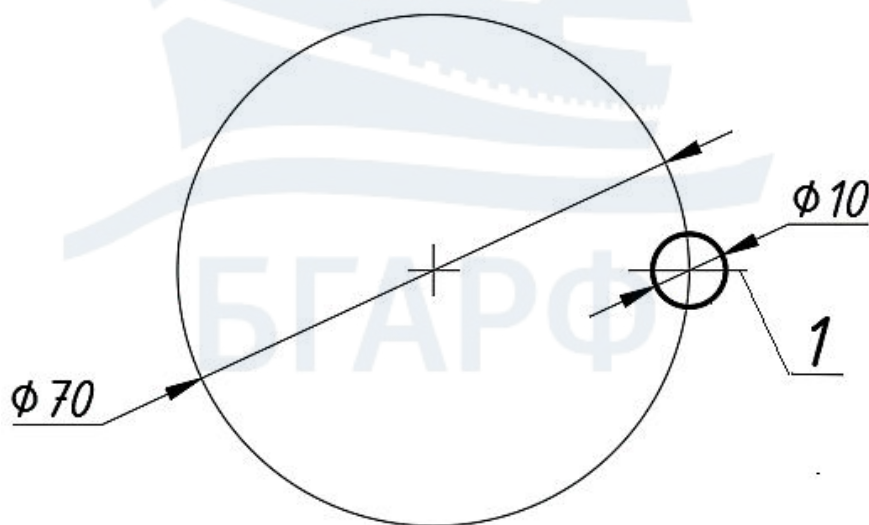
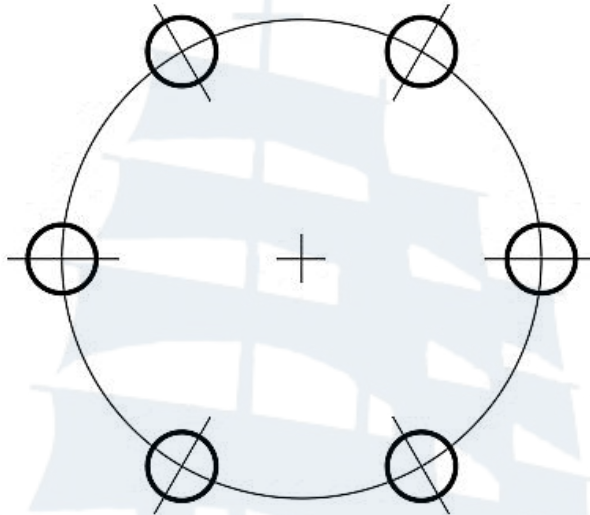
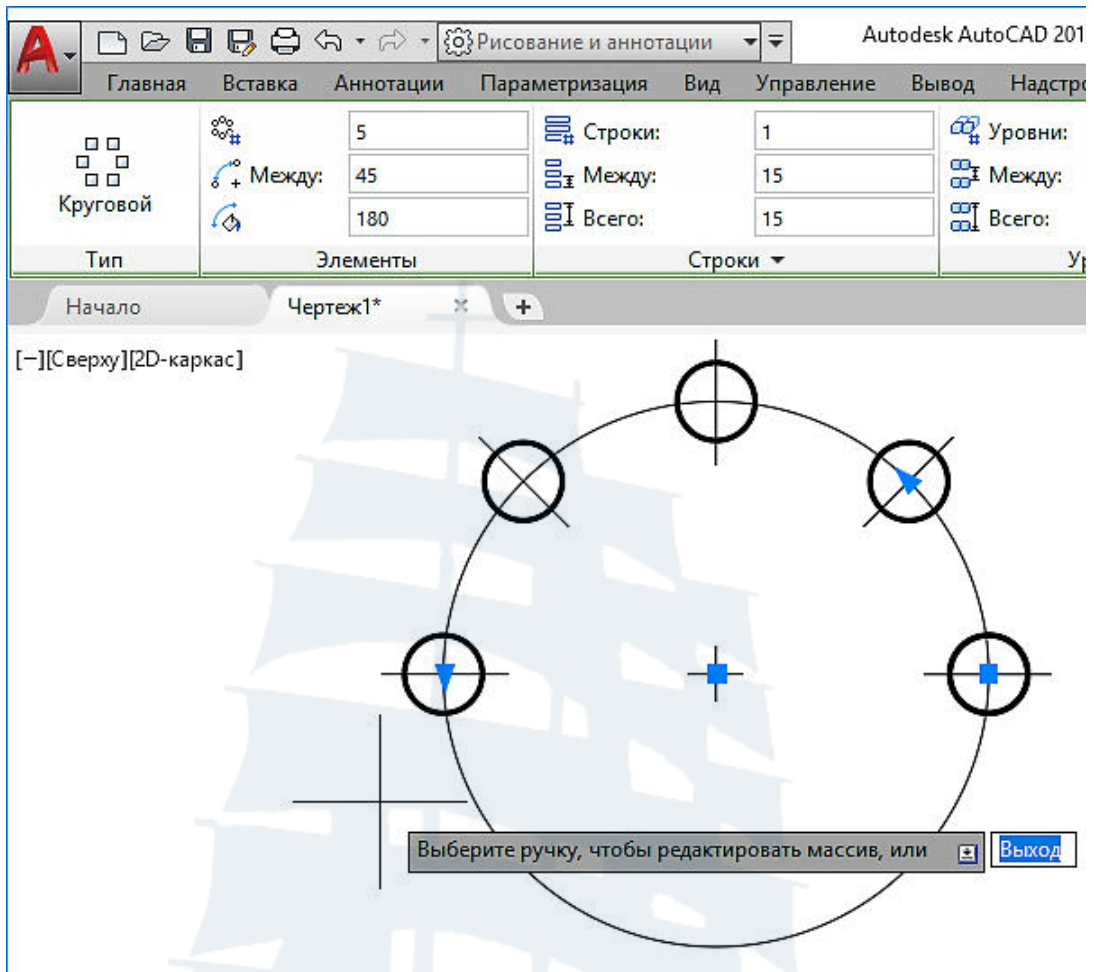

Рис. 142
Рис. 143. Круговой массив
Рис. 144
Начертить окружность диаметром **70** мм, затем окружность диаметром **10** мм как на рис. 142. Построить круговой массив (рис. 143).
Выделить левой кнопкой мыши **меньшую окружность** диаметром **10** мм и линию **1** (рис. 142) →  **Круговой массив** → Указать **центр массива** (левой кнопкой указать центр большой окружности) → Ввести **число элементов (6)** → **Enter** → Указать **угол заполнения (360°)** → **Enter** → **Пробел**.
Выделить левой кнопкой мыши **меньшую окружность** диаметром **10** мм и линию **1** (рис. 142) →  **Круговой массив** → Указать **центр массива** (левой кнопкой указать центр большой окружности) → **Enter**.
Выделить левой кнопкой мыши **меньшую окружность** диаметром **10** мм и линию **1** (рис. 142) →  **Круговой массив** → Указать **центр массива** (левой кнопкой указать центр большой окружности) → Открывается вкладка **Создание массива** → На панели **Элементы** указать число элементов **5** и угол заполнения **180** (рис. 144) → **Enter**.